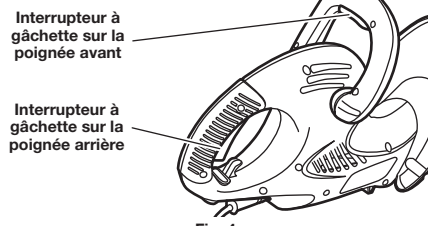

Fig. 4
- Maintenez la poignée avant d'une main et pressez l'interrupteur à gâchette de la poignée avant (Fig. 4).
- Maintenez la poignée arrière dans l'autre main et pressez l'interrupteur à gâchette de la poignée arrière (Fig. 4). L'appareil doit alors démarrer.